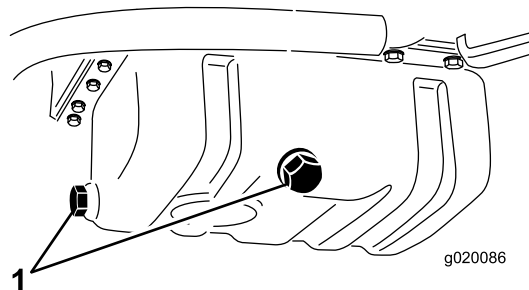

Рисунок 55
1. Снимите любую маслосливную пробку (Рисунок 55) и дайте маслу стечь в сливной поддон. После стекания масла установите маслосливную пробку на место.